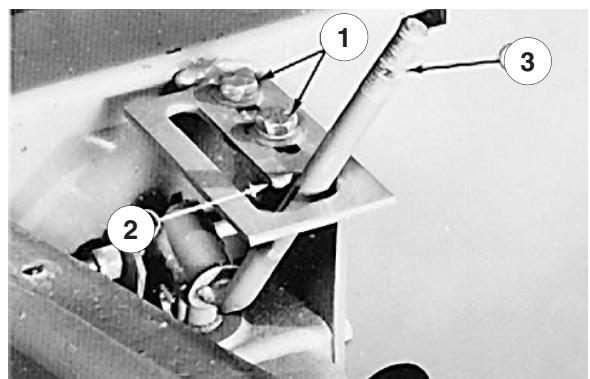

Figure 47
- Desserrez les deux vis d'assemblage en haut du verrou (Fig. 47). Placez le levier sur le sommet arrondi du verrou (Fig. 47) et faites coulisser le verrou avec le levier en avant jusqu'à ce que vous sentiez une résistance. Serrez alors les vis d'assemblage pour bloquer le verrou en position. Vérifiez si le levier bouge librement en le déplaçant de la position de relevage ou de transport à la position de flottement. Le levier doit juste dépasser la partie arrondie du verrou lorsque vous le placez en position de flottement.